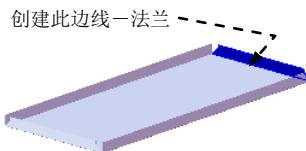

图 17.9.17 创建边线-法兰 4
Step5. 创建图 17.9.17 所示的边线法兰 4，详细操作过程参见 Step4。